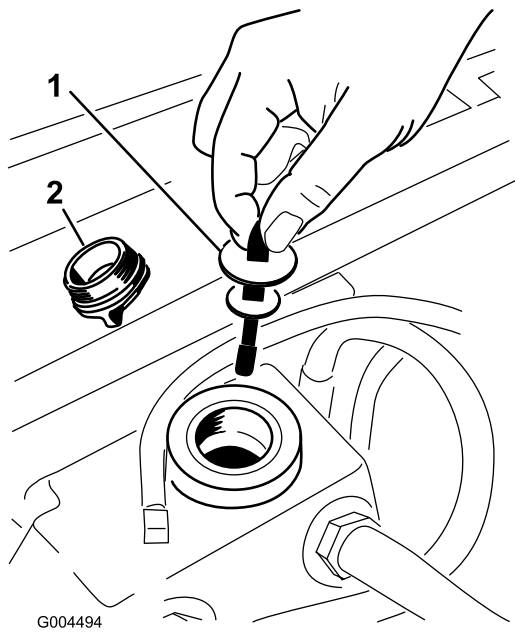

Figura 68
3. Retire o tampão de enchimento hidráulico (Figura 68) do tubo de enchimento.
4. Retire a vareta e limpe-a com um pano limpo (Figura 68).
5. Coloque a vareta no tubo de enchimento, retire-a e verifique o nível de fluido (Figura 68).